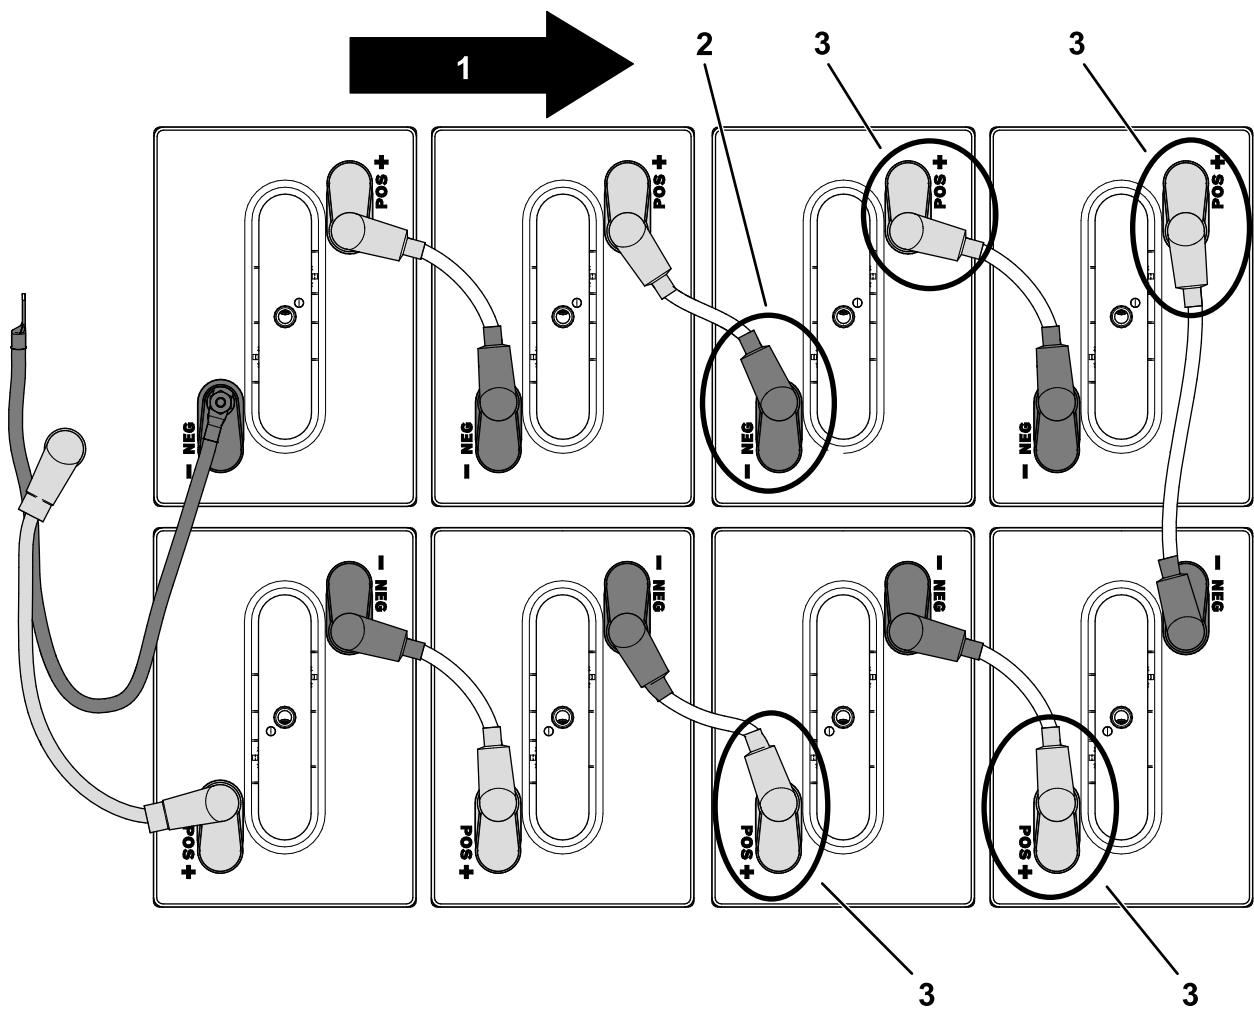

Figura 99
Importante: Certifique-se de que as baterias são instaladas na orientação em que foram removidas; consulte Figura 99.
4. Ligue o terminal positivo (+) nas quatro baterias frontais no tabuleiro de baterias dianteiro (Figura 99).
5. Ligue o terminal negativo (-) como se mostra na Figura 99.